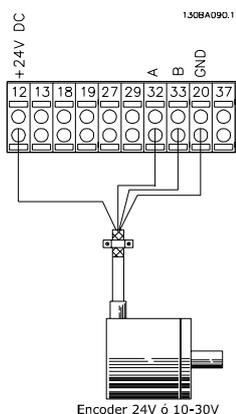

Ilustración 5.5 Diagrama de cableado
1. Compruebe que la conexión del encoder se ajusta al *Ilustración 5.5*: